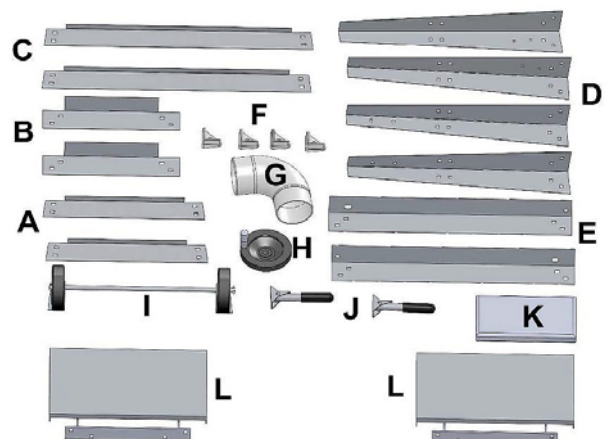

Abb. 7: Montageteile der Maschine
Schritt 2: Querstreben (B und C, Abb.7) umdrehen und rechteckig auf eine ebene Fläche zusammenlegen.
Schritt 3: Maschinenfüße (D, Abb.7) mit den oberen Querstreben (B und C, Abb.7) verbinden und die Schrauben handfest anziehen.
Schritt 4: Unteren Querstreben (A und E, Abb.7) mit den restlichen Schrauben an den Maschinenfüßen montieren.
Schritt 5: Gummiabdeckung (F, Abb.7) an der Unterseite der 4 Standfüße einsetzen.